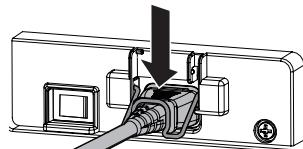

図4
- 4) 電源コードホルダーの先端を電源コードにしっかりと差し込んで、電源コードを固定する（図4）